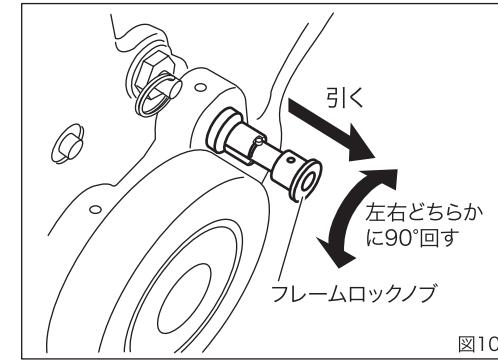
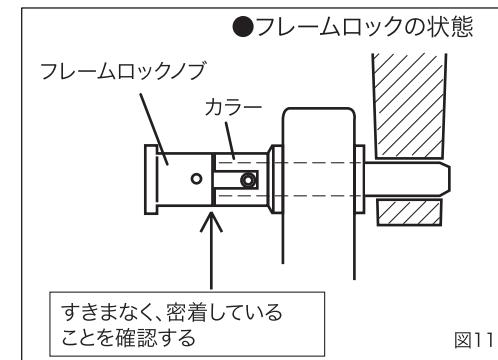

図10
図11
2. フレームロックの操作(図10～図11)
- ①モータ左下部にあるフレームロックノブを引きながら、左右どちらかの方向に90°回転させてください。(図10)
フレームロックの注意(図11)